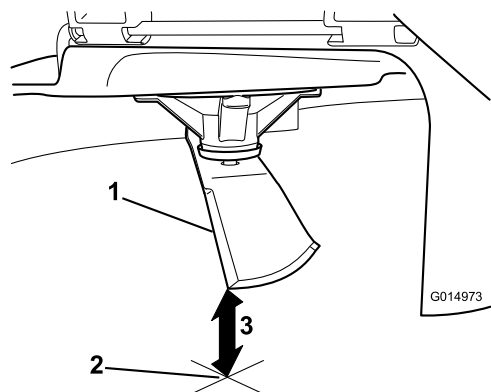

Figura 64
5. Mida desde la punta de la cuchilla hasta la superficie plana (**Figura 64**).